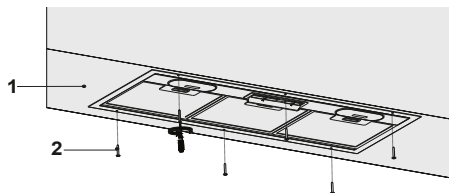

Figure 5
- Placez la hotte dans le meuble de cuisine et fixez la hotte grâce aux 6 trous d'installation percés au préalable (Figure 5).